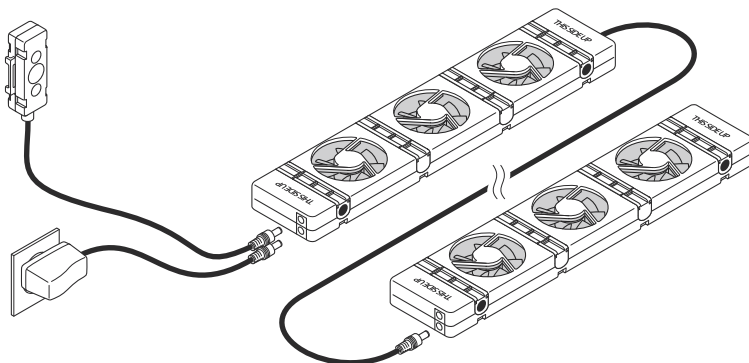

Fig. 4 - Connexion d'autres SpeedComfort (A).
6. Pour les radiateurs longs, connectez des appareils **SpeedComfort** supplémentaires (A) à l'aide du **câble de connexion** (F) de 30 cm de long (voir fig. 4). Plusieurs **SpeedComfort** (A) (jusqu'à 20) peuvent être connectés à un **adaptateur d'alimentation** (D). Aucun **capteur de température** (E) supplémentaire n'est nécessaire. Le kit duo et le kit trio contiennent plusieurs appareils **SpeedComfort**.